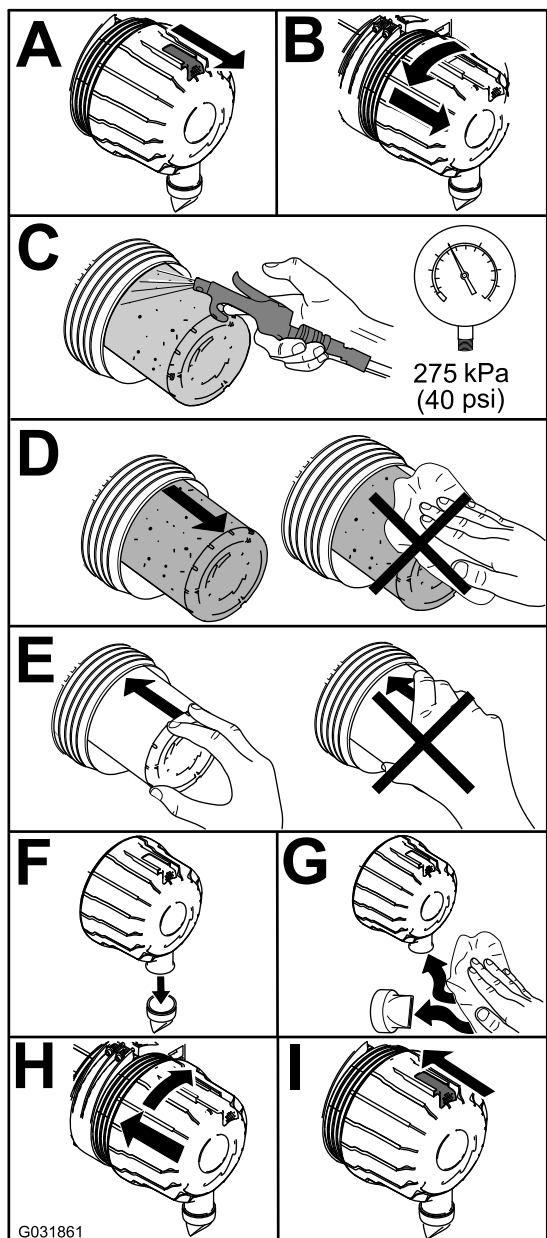

Bild 82
1. Tauschen Sie den Luftfilter aus (Bild 82).